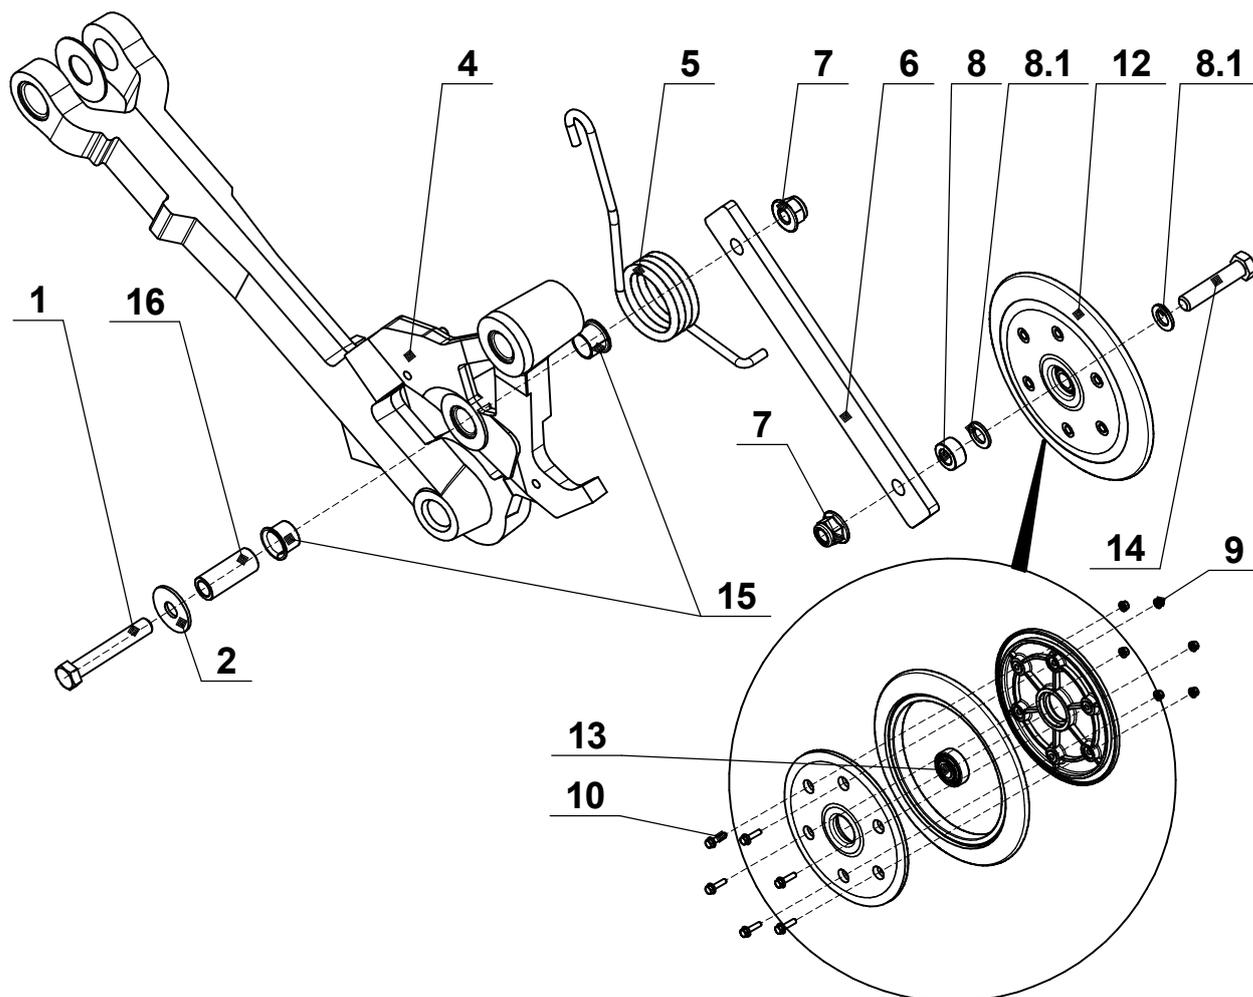

Рис.3.2 - Ремонт узла прикатывающего колеса посевного комплекса FEAT AGRO серии «N-6000» / «N-7000» / «N-8000» / «N-9000» / «N-10500» / «N-12000».
1. Выкрутите крепёжный болт (поз.14 рис.3.2), гайку (поз.7 рис.3.2), втулку (поз.8 рис.3.2) и шайбу (поз.8.1 рис.3.2) и снимите прикатывающее колесо (поз.12 рис.3.2).
2. Выкрутите крепёжный болт (поз.9 рис.3.2), гайку (поз.7 рис.3.2) и разберите прикатывающее колесо (поз.12 рис.3.2).
4. Установите подшипник (поз.13 рис.3.2) и соберите детали колеса с помощью болтов (поз.10 рис.3.2) и гаек (поз.9 рис.3.2).
**ПРИМЕЧАНИЕ:** Выполните шаги 6-10 для замены втулок (поз.15 рис.3.2) рычага (поз.4 рис.3.2).
6. Снимите детали (поз.1,2,7 рис.3.2).
7. Извлеките втулки (поз.15 рис.3.2) и втулку (поз.16 рис.3.2) из несущего рычага (поз.4 рис.3.2) .
8. Запрессуйте новые втулки (поз.15 рис.3.2) в отверстия рычага таким образом, чтобы их край был ниже на расстоянии 5мм от внешней поверхности рычага.
9. Вставьте втулку (поз.16 рис.3.2).
10. Установите ранее снятый рычаг прикатывающего колеса (поз.6 рис.3.2) и крепёжные элементы. Затяните крепёжные детали шарнира согласно таблице 1.8.